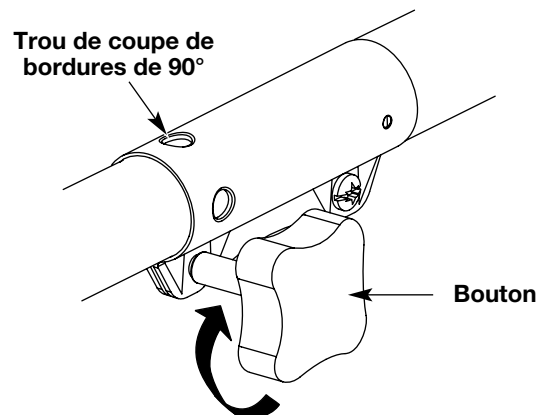

Fig. 11
3. Serrez le bouton en le tournant à droite (Fig. 11).
Pour couper les bordures à l'aide de la tête d'accessoire de coupe sur les modèle EZ-Link^{MC}, verrouillez le bouton de déclenchement de l'accessoire de coupe dans le trou de 90° (Fig. 11).